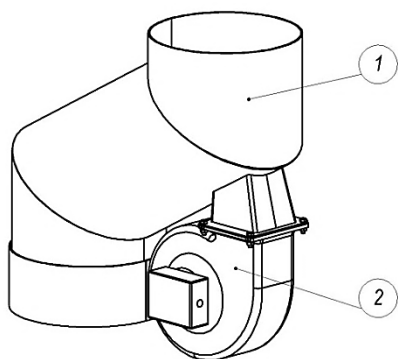

Рис. 10
- е) Дымовой aspirator (дымосос). (Рис.10).
Является дополнительной опцией, позволяющей увеличить тягу отводимых газов. Устанавливается в соответствии с Рис.10.